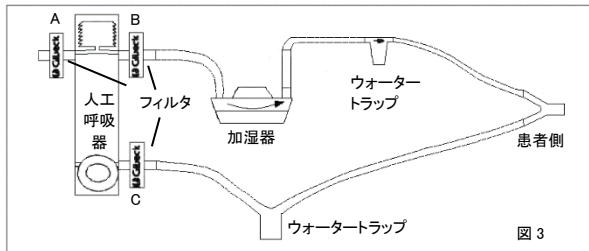

図 3
3. 器械側フィルタで使用する場合 (図 3)
4. 器械側フィルタの C で使用される場合、結露の蓄積を防ぐために、水分を水抜きできるようにウォータートラップを組み込むこと (図 3)。